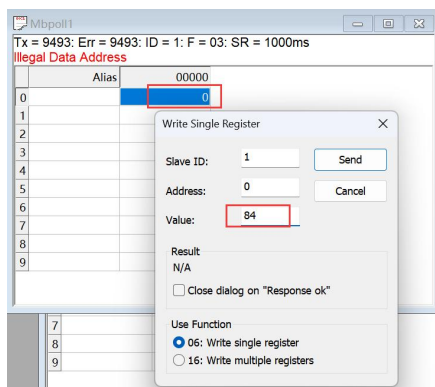

Fig 105. PLC Modbus-字符触发
■ BA(BC)50 读码器以字符触发模式触发（见 Fig 105）